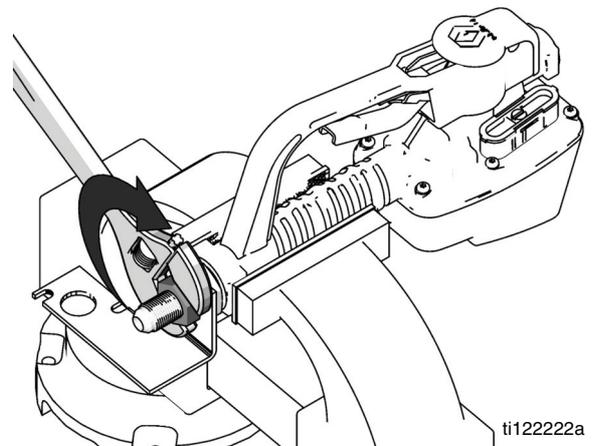

FIG. 9
- d. Remplacez le compteur dans l'étau. Utilisez une clé anglaise pour serrer l'écrou (11) (FIG. 9).